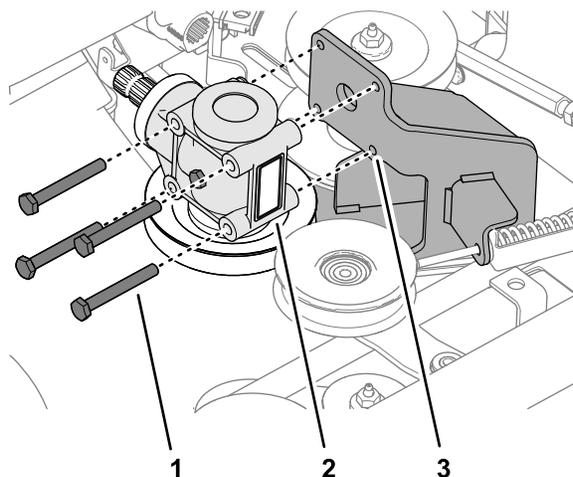

Figure 118
2. Retirez les 4 boulons qui fixent le boîtier d'engrenages du plateau de coupe à son support (Figure 118).
1. Alignez les trous du boîtier d'engrenages du plateau de coupe et ceux du support du boîtier ; voir la Figure 118 sous Dépose du boîtier d'engrenages (page 82).